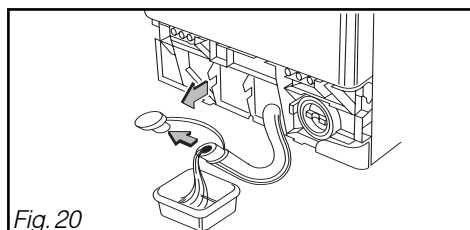

Fig. 20
- Si votre appareil en est muni, sortez le tuyau de purge en déclipant le bouchon du socle (Fig. 20).
- Ouvrez le bouchon à l'extrémité du tuyau et laissez l'eau s'écouler dans le récipient (Fig. 20).